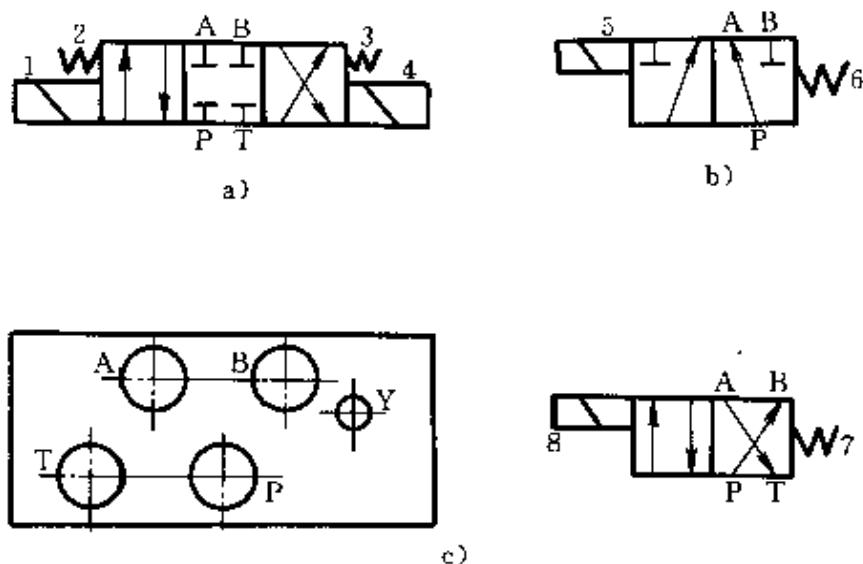

图 5-3 换向阀的图形符号和油口分布情况
答：(1) 换向阀的“位” 为了改变液流方向，阀芯相对于阀体应有不同的工作位置，这个工作位置数叫做“位”。如图 5-3 所示，方格表示工作位置，三个格为三位（见图 5-3a），两个格为二位（见图 5-3b）。换向阀有几个工作位置就相应的有几个格数，即位数。
(2) 换向阀的“通” 当阀芯相对于阀体运动时，可改变各油口之间的连通情况，从而改变了液流的流动方向。通常把换向阀与液压系统油路相连的油口数（主油口）叫做“通”。
(3) 图形符号 如图 5-3 所示，油口连接情况，用箭头表示液流方向。